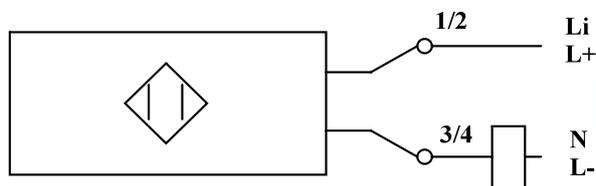

Fig. 2
- Schéma de branchement se reporter à la Fig. 2 ci-dessous.